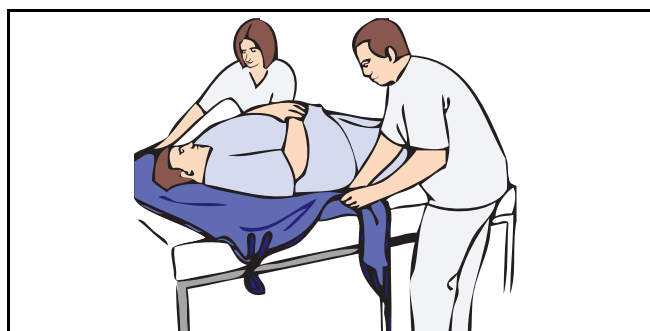

Fig. 24
- 1) Læg sejlet omkring plejemodtageren som i afsnittet "Løft af en plejemodtager fra en seng" (se Fig. 23 og Fig. 24).